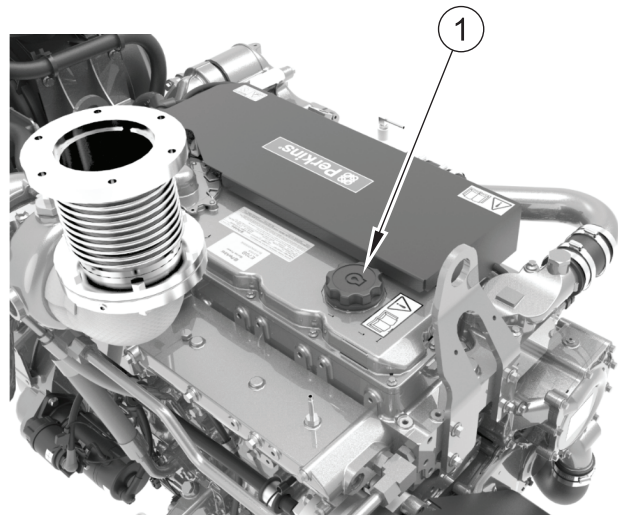

Figura 29
6. Retire el tapón de llenado de aceite (figura 29, elemento 1).